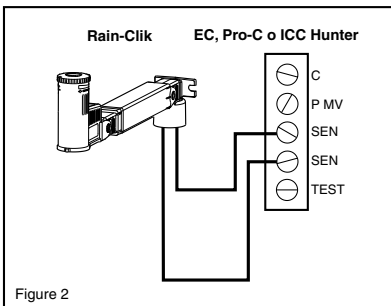

Figure 2
3. Raccordez un fil à la borne SEN et l'autre à l'autre borne SEN (Voir figure 2).